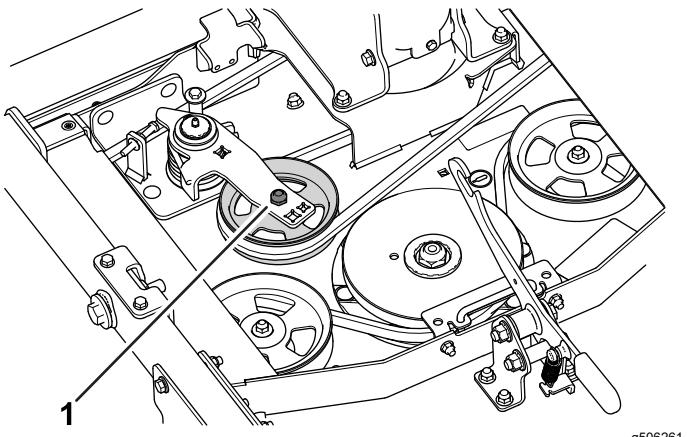

Bild 2
2. Schieben Sie die Spannscheibe mit einem Steckschlüssel oder einem ähnlichen Werkzeug (Bild 2) vom Treibriemen, um die Riemenspannung zu lösen, und lassen Sie den Riemen von der Spannscheibe rutschen.